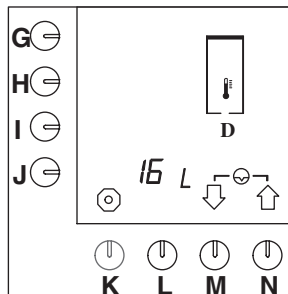

Fig. 17 Tellefunksjon pr. dag for varmtvannsystemet
- Hold programmeringstasten (G.) nede inntil fig.17 igjen vises på displayet.